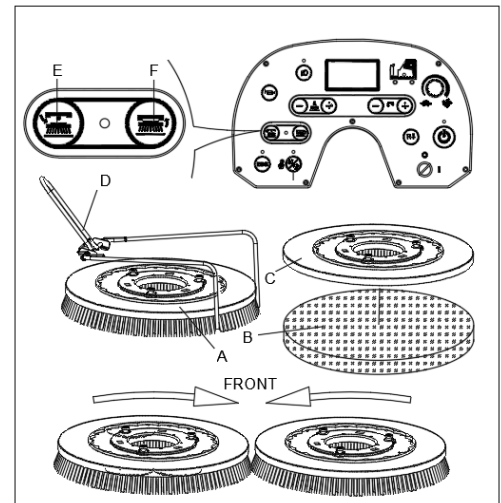

Figura 8
Instale el cepillo (A, figura 8) o el portapad (B y C, figura 8) según el tipo de suelo a limpiar.
2. Coloque los cepillos (A, figura 8) o porta-pads (B, figura 8) debajo del cabezal. Utilice el tope de instalación del cepillo (D, figura 8) para ayudar a encontrar la posición adecuada del cepillo/portapad.
3. Instale el cepillo/portapad, presionando el botón de bloqueo del cepillo/portapad (F, figura 8), el cepillo/portapad se instala automáticamente. Se muestra la dirección de rotación (figura 8). La luz indicadora del LED parpadeará.
1. Introduzca la llave de encendido (53 figura 3) y colóquela en la posición «I». Asegúrese de que el cepillo/portapad esté en su posición elevada (ARRIBA). Retire el cepillo/portapad, presionando el botón de desbloqueo del cepillo/portapad (E, figura 8), el cepillo/portapad se desbloquea automáticamente. La luz